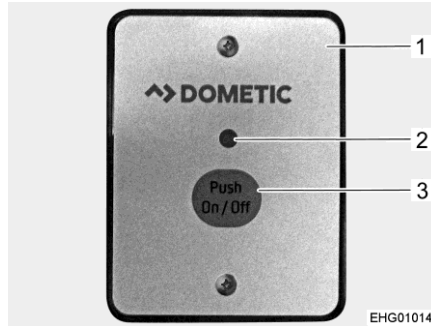

Bild 103 Externer Schalter (Wechselrichter)
Der externe Schalter (Bild 103,1) ist im Dachstauschrank über der Sitzgruppe in Fahrtrichtung links eingebaut.
- Einschalten:* ■ Taste "On/Off" (Bild 103,3) drücken. Die LED (Bild 103,2) leuchtet.
- Ausschalten:* ■ Taste "On/Off" (Bild 103,3) drücken. Die LED (Bild 103,2) erlischt.